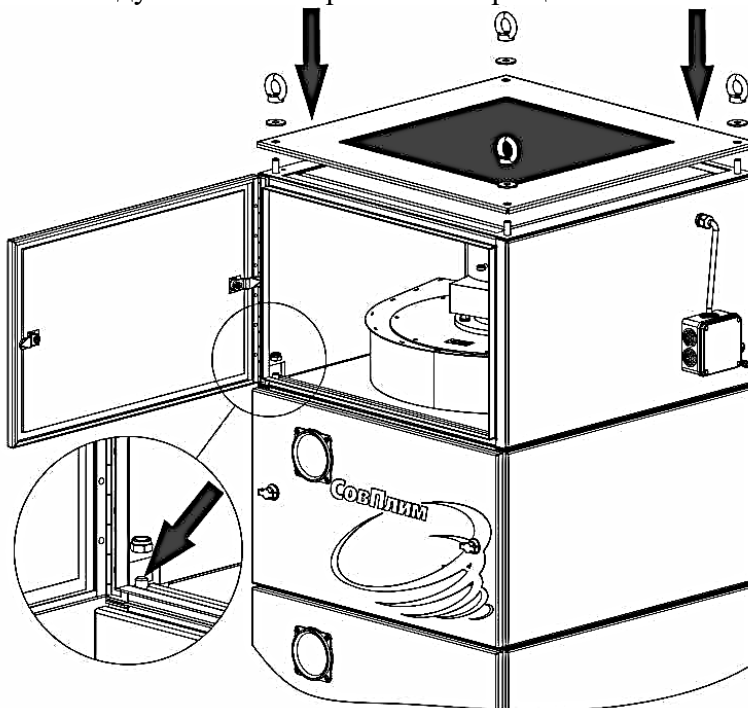

Рисунок 7 — Установка модуля вентилятора на моноблочный агрегат
3) установить модуль вентилятора на агрегат, совместив резьбовые шпильки фильтровального модуля с отверстиями в нижней части модуля вентилятора (рисунок 7).